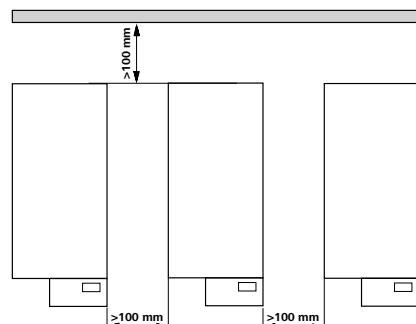

Fig. 2
- Svarbu: išlaikykite minimalų atstumą tarp prietaisu, tarp prietaiso ir sienos, taip pat virš įrenginio (min. 800 mm), (Fig. 2).